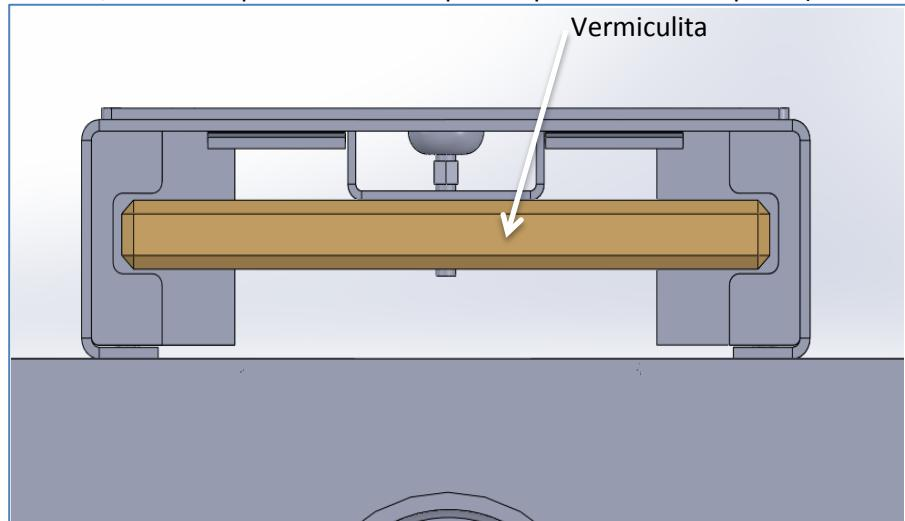

Ilustración 9. Colocación vermiculita
- 6) Colocada y fijada la estufa correctamente, desembalamos la Pieza Nº 6, y la colocamos dentro de la Pieza Nº 4, haciéndola pasar entre las ranuras de la pieza Nº 7 dejándola centrada, realizada esta operación colocamos la Pieza Nº 5 sobre la parte superior del apoyo estufa, haciendo que los salientes queden por dentro de la pieza (Ilustración 9)•